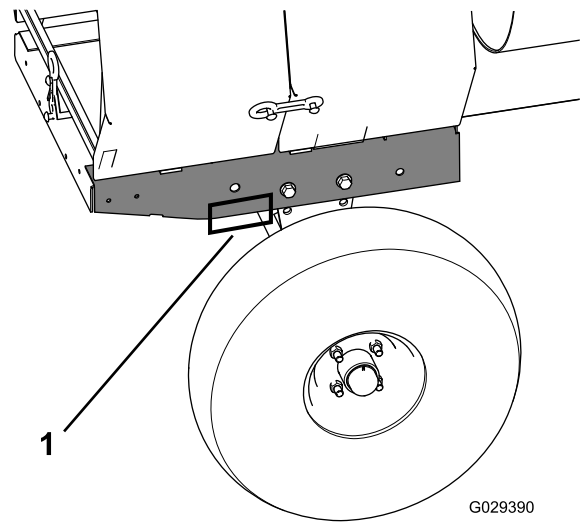

Figura 22
6. Coloque un soporte fijo en cada punto de apoyo de la extensión del bastidor trasero (Figura 22).